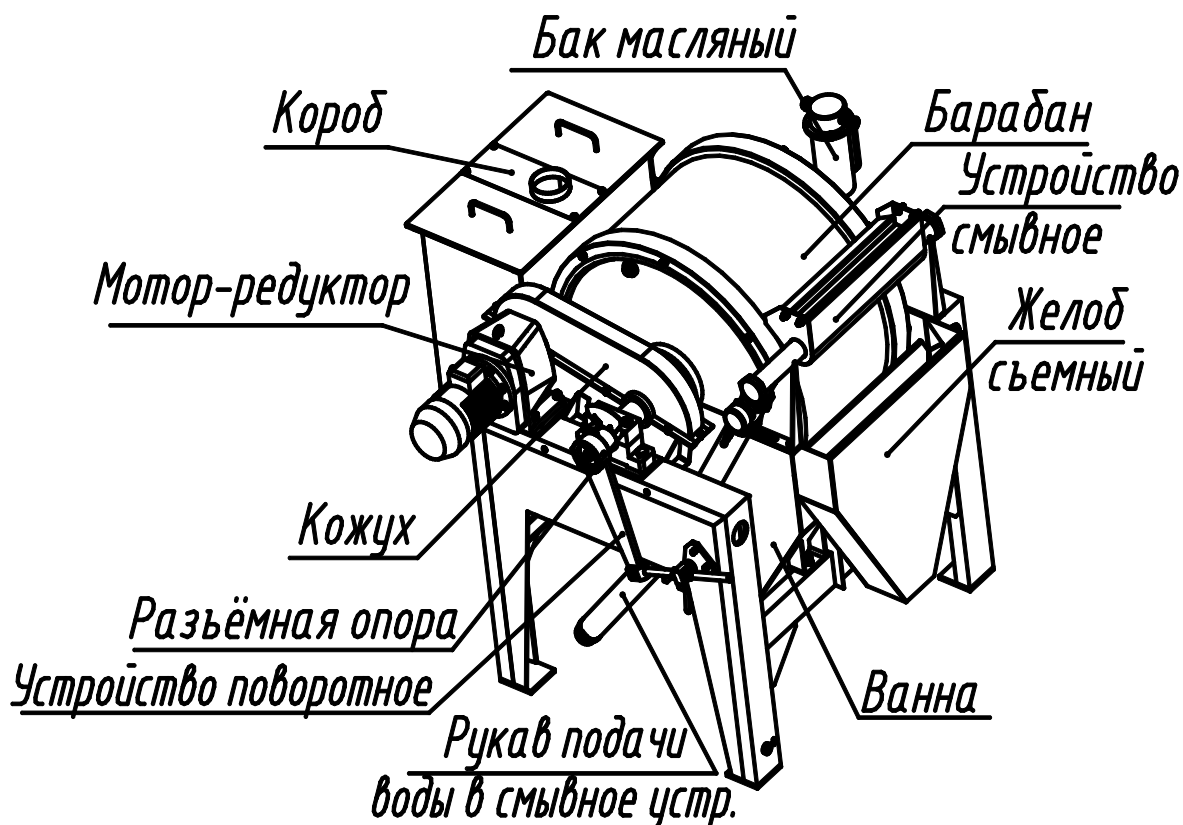

Рис.1. Общий вид сепаратора ЭБМ-90/60
Сепаратор электромагнитный барабанный ЭБМ-90/60 предназначен для обезжелезнения различных материалов, регенерации тяжелых суспензий в промышленных условиях. Общий вид сепаратора представлен на рис.1.
**5.1.2.** Ось барабана установлена в разъемных опорах на раме сепаратора (рис.1.).
**5.1.3.** Вращение барабана осуществляется мотор-редуктором через цепную передачу, закрытую кожухами (рис.1.).
**5.1.11.** Поворотное устройство (см. рис.1), состоящее из рычага, натяжного винта и кронштейна, предназначено для поворота электромагнитной системы.